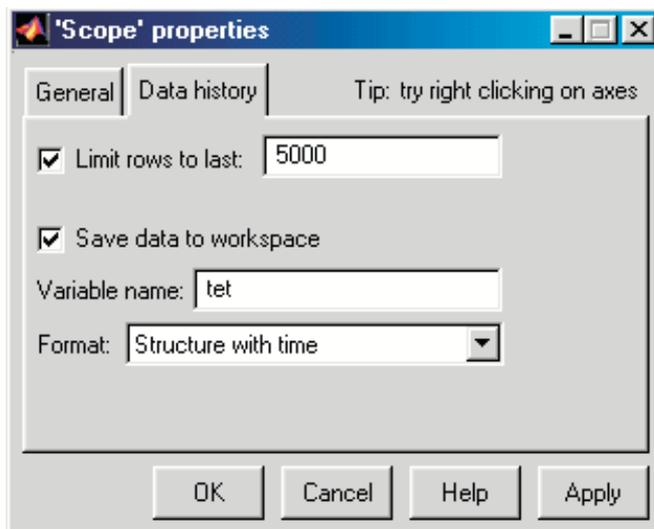

Figura 2.4: Janela para ajuste dos parâmetros do Scope.
- Clicar no bloco `Scope` e abrir a janela mostrada na figura 2.4.
- Ajustar o número de linhas da matriz que armazenará os dados lidos de acordo com o intervalo de amostragem, levando-se em conta possíveis limitações de memória. Por exemplo, se o intervalo de amostragem é igual a $1ms$ e se serão feitos apenas $5s$ de aquisição de dados, então a matriz onde os dados serão armazenados deve ter 5000 linhas, conforme mostra a figura 2.4.
- Utilizar variável do tipo *structure* para armazenar os dados e dar um nome a essa variável. O primeiro campo dessa variável é o tempo e o segundo campo é o valor do sinal em cada instante. Na figura 2.4, os valores lidos serão armazenados na variável `tet`. Para se recuperar os instantes de amostragem e os respectivos valores, o seguinte comando Matlab deve ser utilizado: